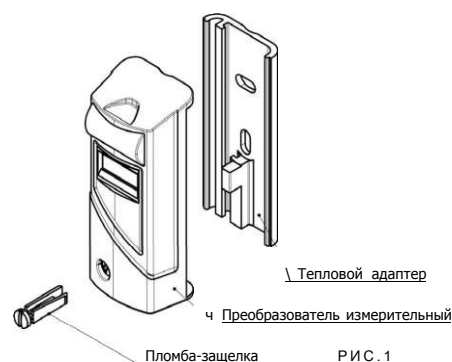

РИС. 1
- Измеритель конструктивно состоит из теплового адаптера и преобразователя измерительного. Основные элементы измерителя изображены на рис.1;